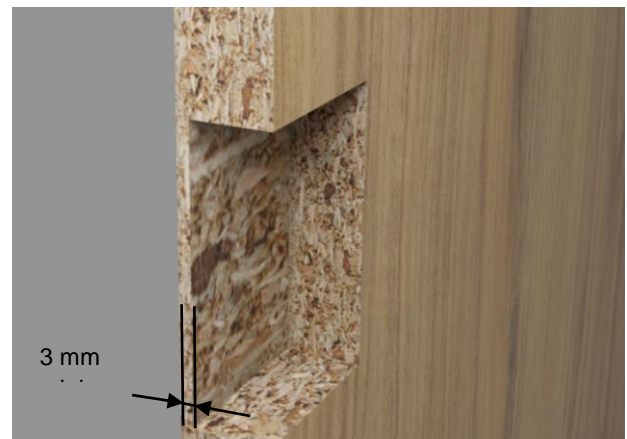

Figure 20
- Dans le cas de défonçage non traversant dans le panneau (Fig. 20), assurez-vous de conserver une épaisseur résiduelle de 3 mm.